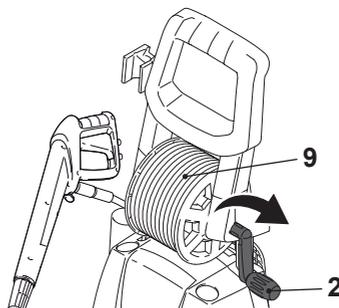

Fig. 22
- > Pour ranger le tuyau (8), enroulez-le sur l'enrouleur en tournant la manivelle (2) dans le sens des aiguilles d'une montre (Fig. 22).